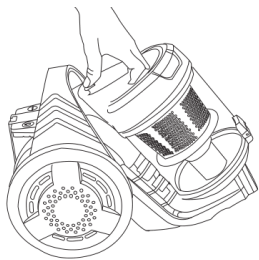
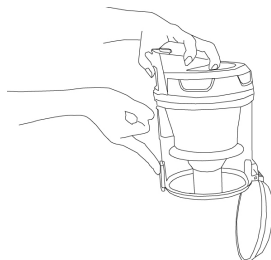

Рис. 1
Рис. 2
- Рекомендуется удалять пыль и мусор из контейнера-пылесборника (11) после каждой уборки помещения.
- Выключите пылесос, нажав на клавишу включения/выключения (16), выньте вилку шнура питания из электрической розетки.
- Возьмитесь за ручку контейнера-пылесборника, нажмите на фиксатор (13) и снимите контейнер-пылесборник (11) (рис. 1).
- Расположите контейнер-пылесборник (11) над мусорным ведром.
- Нажмите на фиксатор (21) и откройте нижнюю крышку (20) (рис. 2).
- Удалите пыль и мусор из контейнера-пылесборника (11).
- Закройте крышку (20).
- Установите контейнер-пылесборник (11) на место, убедитесь в надёжной фиксации контейнера-пылесборника (11).